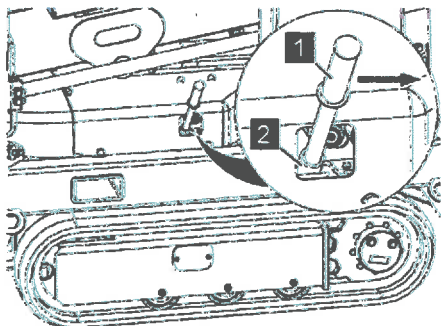

Abb. 65: Verriegelungshebel
4. Den Verriegelungshebel (Abb. 65/1) für die Fahrwerksverstellung in den Verriegelungsbolzen (Abb. 65/2) stecken.
Die Verriegelung durch Drücken des Verriegelungshebels (Abb. 65/1) in Pfeilrichtung lösen.
6. Den Verriegelungshebel (Abb. 65/1) loslassen und entnehmen.